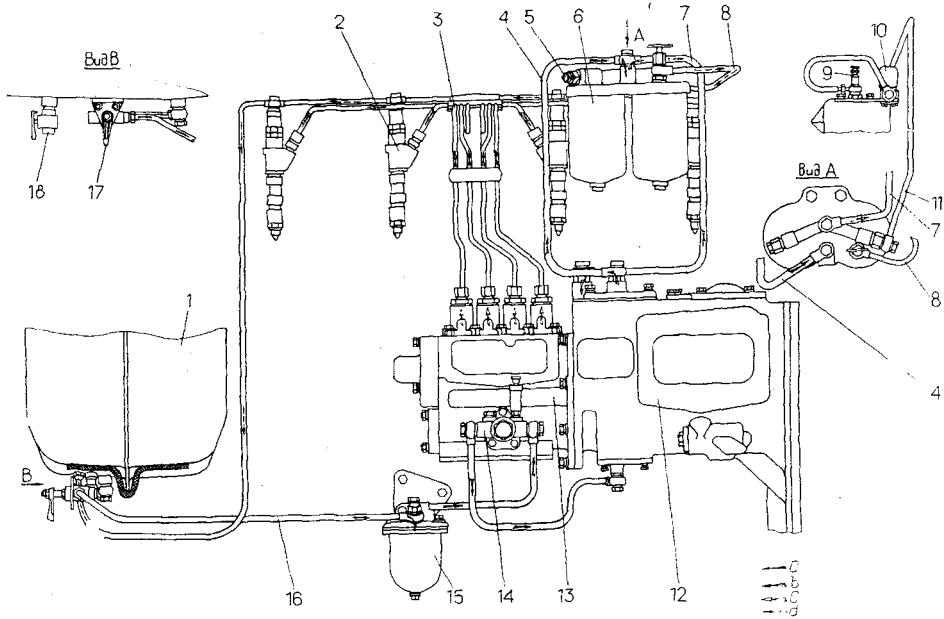

Рис. 54. Система питания дизеля:
**Заправка топливного бака.** Вместимость топливного бака 290 л. Для фильтрации топлива установлены три фильтра: фильтр в топливном баке, фильтр грубой очистки топлива перед подкачивающим насосом и фильтр тонкой очистки перед топливным насосом (рис. 54).